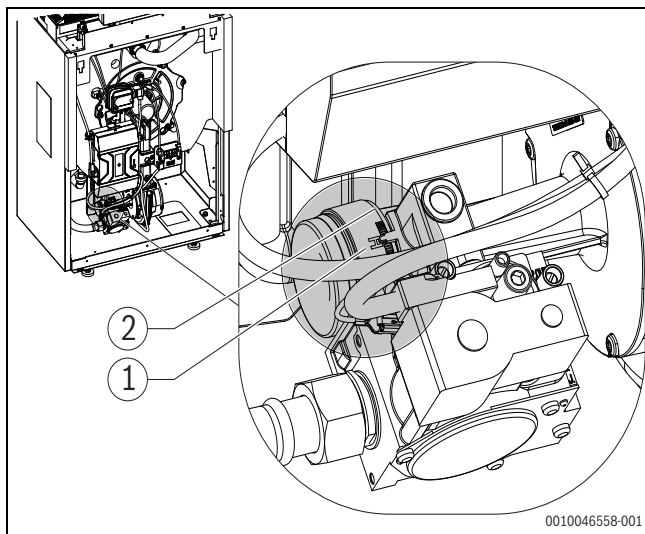

Bild 31 Einstelldüse Gasarmatur
Bei einer Gasartumstellung muss zunächst die Voreinstellung an der Einstelldüse der Gasarmatur (→Bild 31) vorgenommen werden.
- Einstelldüse (→Bild 31, [1]) entsprechend der gelieferten Gasart einstellen. Dabei wird die werkseitige Versiegelung [2] aufgebrochen.